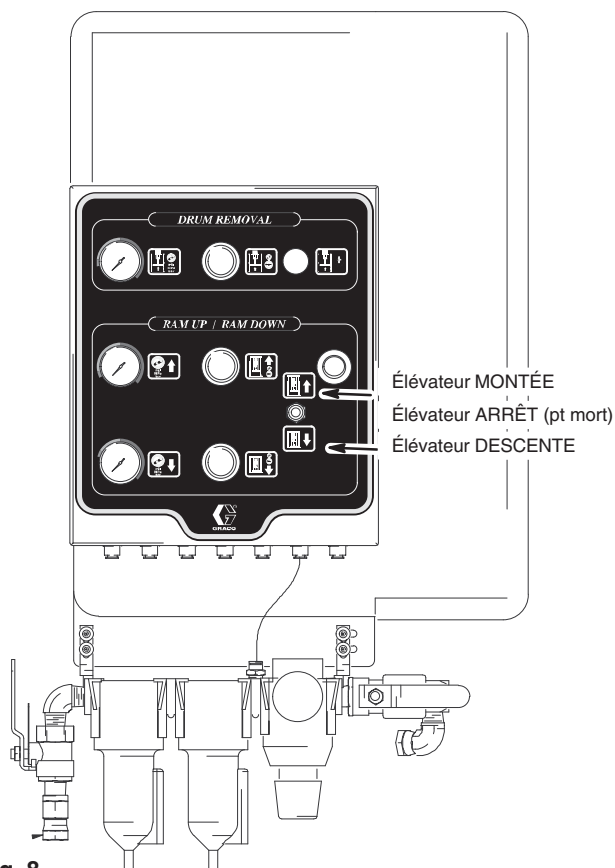

Fig. 8
5. Mettre l'élévateur en position HAUTE à l'aide du levier de commande de la vanne manuelle (Fig. 8). Si l'élévateur descend au lieu de monter, contrôler le branchement des tuyauteries hydraulique et pneumatique. Il est possible que les branchements aient été inversés.